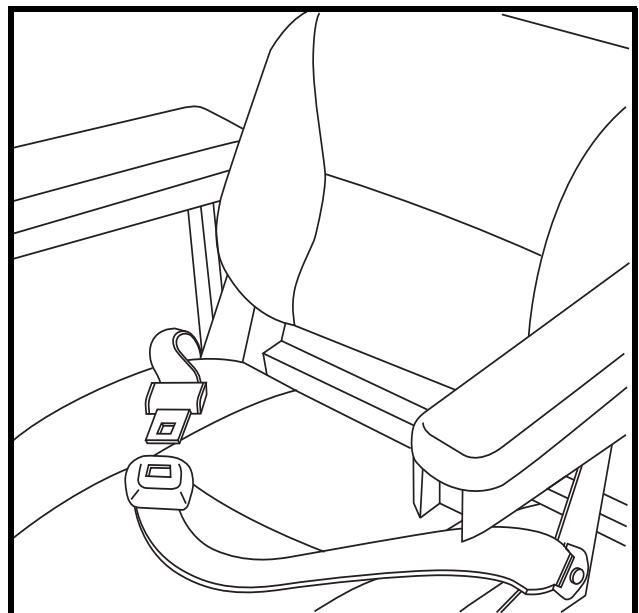

Abb. 19A. Rückhaltegurt
2. Das Gurtband auf der rechten Seite bis auf die gewünschte Weite ziehen. Der Gurt soll stramm gezogen aber bequem sein. **Siehe Abb. 19A.**